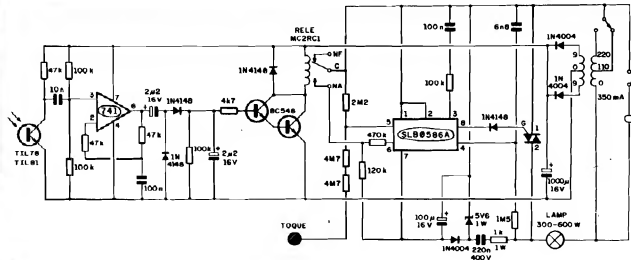

Fig.2
ser aproveitado o desenho básico do cobreado, conforme publicado na fig. 2 - pág. 40 - APE 44... - Paulo Manoel Del Corso - Taguatinga - DF
- FIG. 2 - DIAGRAMA DO CIRCUITO - RECEPTOR E MÓDU-